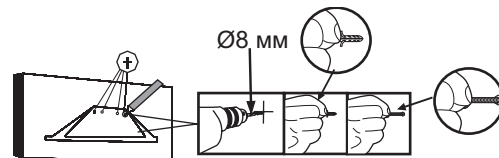

Abb. 1
1. Bereiten Sie den Platz für Montage der Zwischenhaube an der Wand, machen Sie Markierung mit Hilfe der Schablone, die in dem Satz enthalten ist. Bereiten Sie nach der Markierung in der Wand 4 Löcher 8 mm im Durchmesser. (Abb. 1)